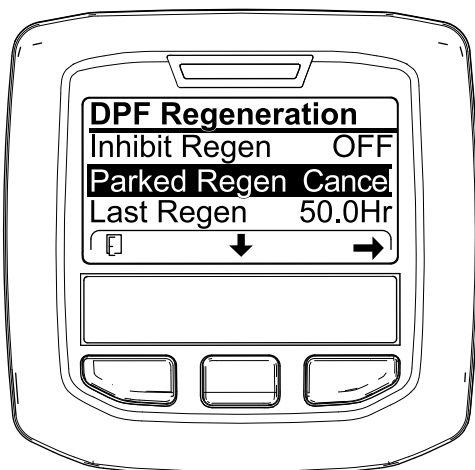

Figura 65
1. Accedete al menu DPF Regeneration (Figura 65).
2. Premete il pulsante centrale per scorrere il menu verso il basso fino all'opzione PARKED REGEN CANCEL (Figura 65) o all'opzione RECOVERY REGEN CANCEL (Figura 66).
3. Premete il pulsante destro per selezionare la voce Cancel relativa alla rigenerazione (Figura 65 o Figura 66).